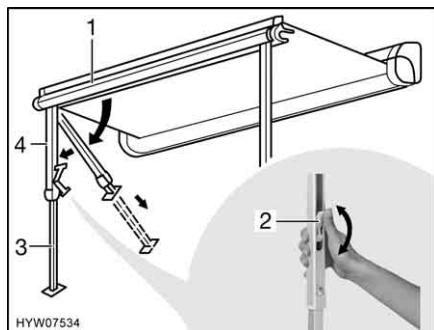

Fig. 15 Installazione dei montanti di supporto
- Rimuovere i montanti di supporto (Fig. 15,4) dal listello anteriore (Fig. 15,1) esercitando una leggera pressione verso l'esterno, quindi ribaltarli e collorci.
- Estrarre la parte inferiore dei montanti di supporto (Fig. 15,3) fino alla lunghezza desiderata.
- Chiudere il bloccaggio presente sui montanti di supporto. A tale scopo, spingere la leva di serraggio (Fig. 15,2) verso l'alto.